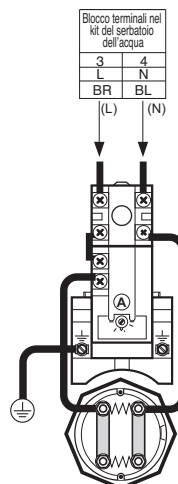

Figura. 3
(L): Señal con corriente de kit de depósito de agua a calentador, como en la figura 3.
(N): Señal neutral de kit de depósito de agua a calentador, como en la figura 3.